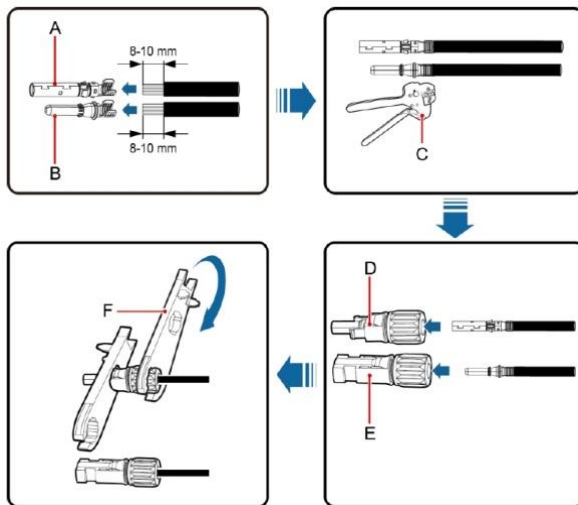

Abb. 5.2 MC4 DC-Steckverbinder am PV-Strang anschließen
- (1) Schließen Sie die Ausgangskabel der Solarmodule am DC-Anschluss an, wie in Abb. 5.2 gezeigt.